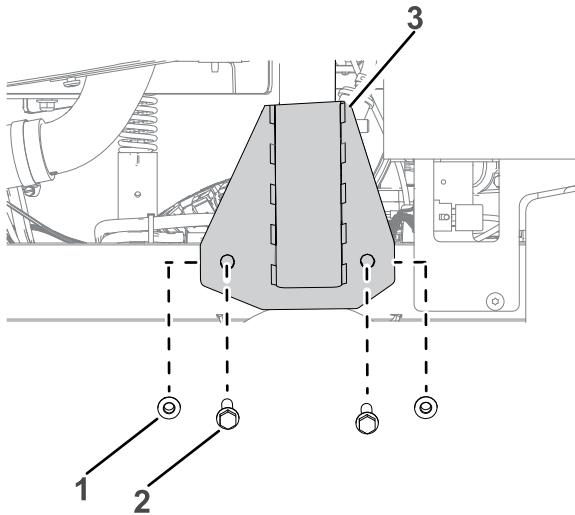

Figura 5
1. Instale os suportes do ROPS na estrutura da máquina por cima do eixo, conforme mostrado na Figura 5. Repita no outro lado.